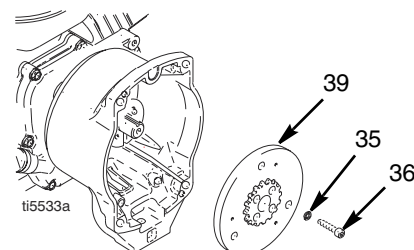

ABB. 7
9. ABB. 7. Einen Schlagschrauber oder Keil zwischen die Kupplungsscheibe (39) und das Kupplungsgehäuse einführen, um die Motorwelle während des Ausbaus zu halten.
10. Die vier Schrauben (36) und Federringe (35) entfernen.
11. Die Kupplungsscheibe (39) entfernen.